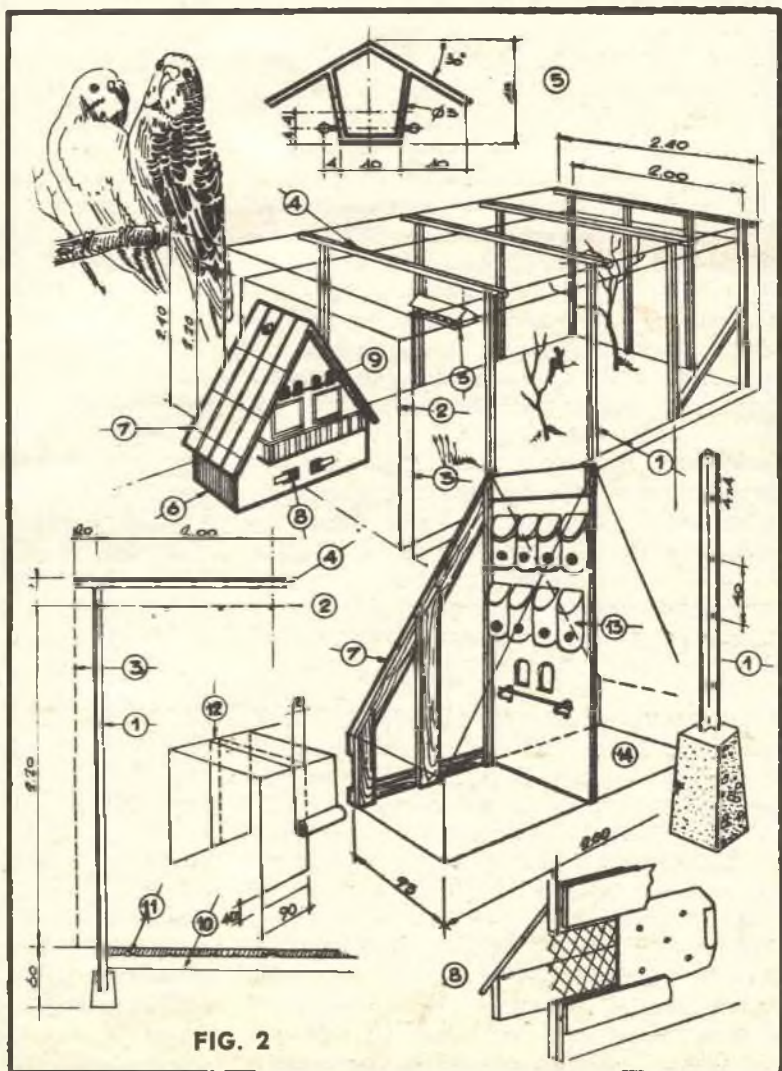

FIG. 2
caso, non installate il ricovero (6, fig. 2) in un anfratto del terreno ma, se possibile, su di una collinetta al fine di escludere ogni pericolo d'umidità.
graticolata deve essere raddoppiata all'esterno da un secondo graticolato a maglie più grandi del genere «gabbia per polli», ma ugualmente galvanizzato. Tale graticolato esterno (3, fig. 2) verrà infisso nel suolo fino ad una profondità di 30 cm. circa; esso verrà separato su tutta la sua estensione di 20 cm. dal graticolato interno a piccole maglie (2). Questa doppia copertura verrà sostenuta da una sola armatura la cui importanza deve essere proporzionata al volume dell'uccelliera. Se le superfici di chiusura non presentano delle grandi estensioni opache, la resistenza al vento sarà minima e soltanto il peso, già notevole di questo doppio graticolato deve essere tenuto in considerazione.
Anzitutto consideriamo il caso d'una uccelliera isolata in cui nessuna superficie è occupata da muri già esistenti (fig. 2). In questo caso l'ossatura sarà composta essenzialmente da cavalletti indipendenti (1). I montanti di tali cavalletti avranno un'altezza corrispondente a quella del graticolato esterno (3). Essi possono venire realizzati in legno o con angolari, a seconda dell'importanza della sezione trasversale dell'uccelliera e della distanza di questi cavalletti. Anche dei tubi di acciaio possono venire impiegati per la realizzazione di tali cavalletti. Per questi tre materiali i collegamenti di testa debbono venire solidamente bullonati, ed eventualmente rinforzati da un montante a 45°. E' da notare che la traversa superiore di questi cavalletti (4) è disposta immediatamente sotto il graticolato esterno (3), mentre invece i montanti (1) corrispondono all'allineamento del graticolato interno (2). Nei montanti e nelle traverse di questi cavalletti vengono praticati regolarmente dei fori (per esempio, ogni 40 cm.) che permettono il passaggio dei fili di tensione disposti orizzontalmente. Tali fili galvanizzati sono del tipo «filo da biancheria» e vengono tesi sui cavalletti d'estremità. Essi danno modo di assicurarvi il graticolato per mezzo di spire in filo ricotto di sottile spessore. Vi consigliamo di rinforzare i due fili che riuniscono le cime dei cavalletti perché sono essi che sopportano tutto il peso dei graticolati verticali esterni (3).
presentata nella fig. 2, i cavalletti possono venire realizzati in tasselli, mediante uno scartamento massimo di 1,5 m. Per delle maggiori dimensioni, vi consigliamo di usare degli angolari di 40/40 mm., la cui base è imprigionata in un cubo di cemento di 50 cm. d'altezza. Per una realizzazione in legno, prima del montaggio, bisogna passare su tutti i pezzi due mani di cresoto. Passatelo accuratamente sulle superfici conficcate nel suolo. Non dimenticate di aprire, in questa vostra realizzazione, una porta di accesso di 60 cm. circa di larghezza. Per fare ciò, vi è sufficiente avvicinare due cavalletti alla distanza voluta e di ripetere nel graticolato ester-